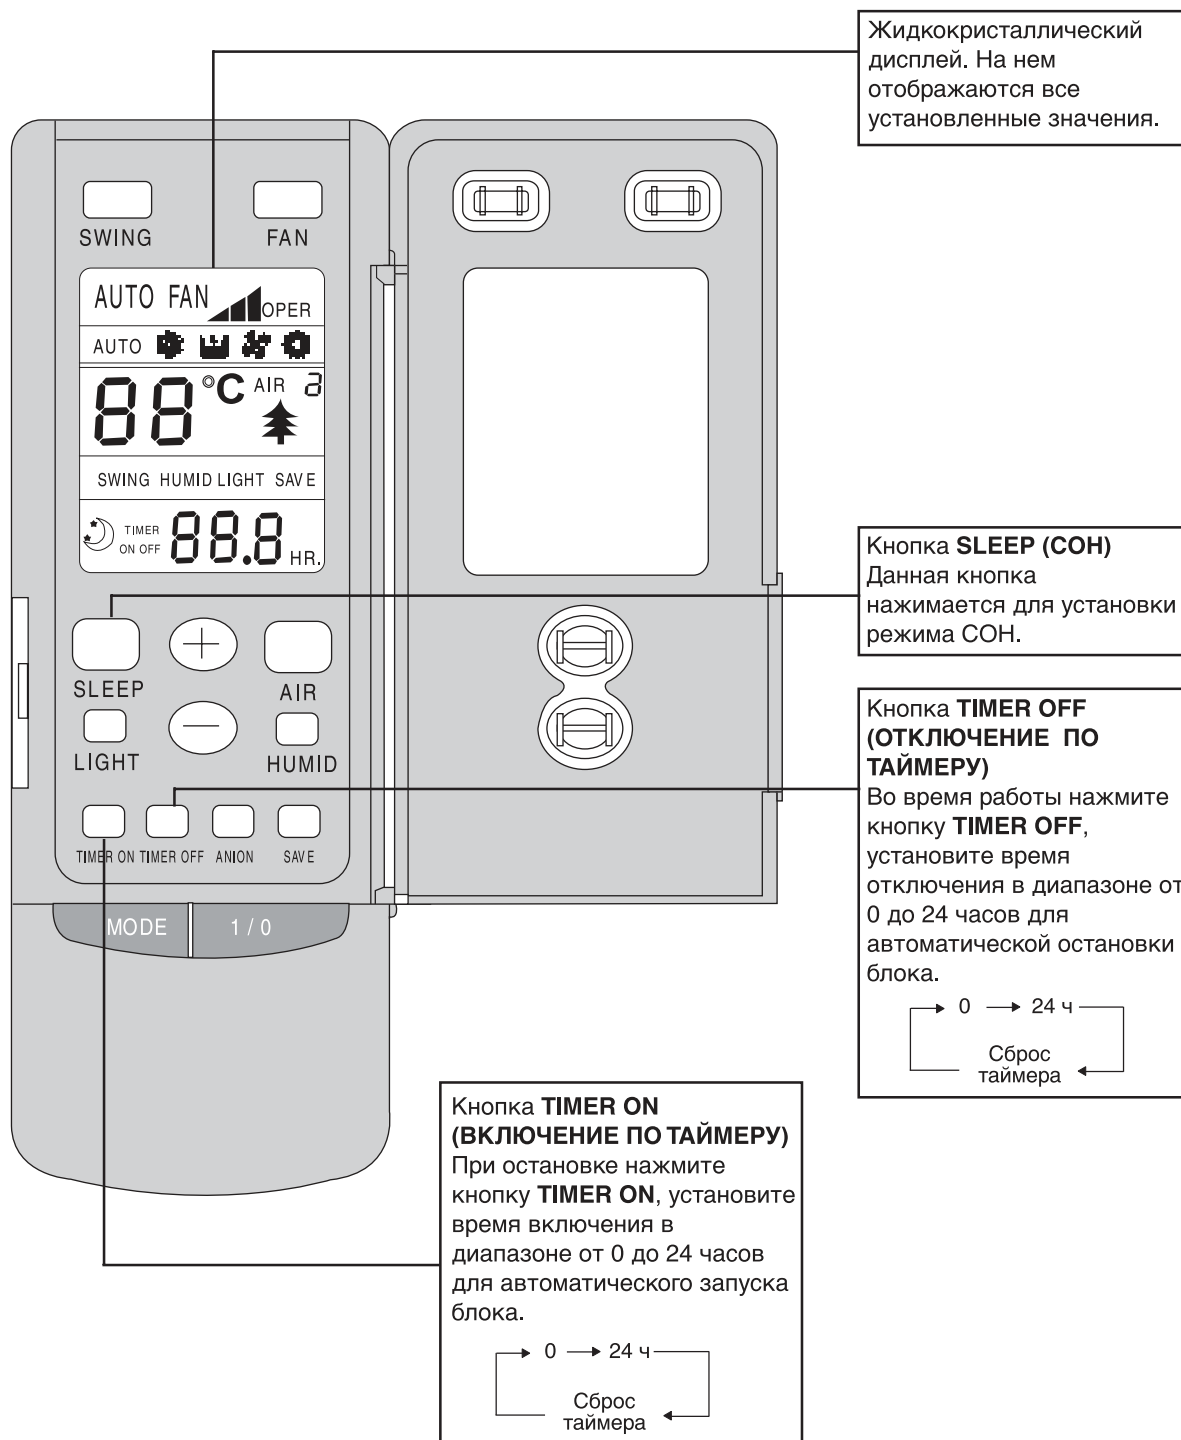

Рис. 3.2
3.1.2 Пульт дистанционного управления (Откройте крышку)(рис. 3.2).